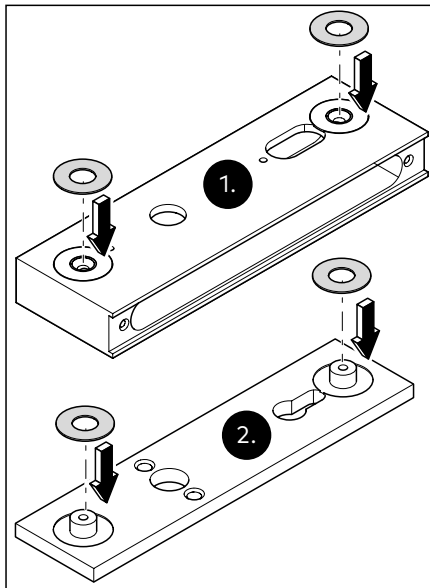

Abb. 29 Die Zwischenlagen anbringen
1. Die Zwischenlage auf der Schlosstasche an der Glasseite anbringen (Abb. 29).